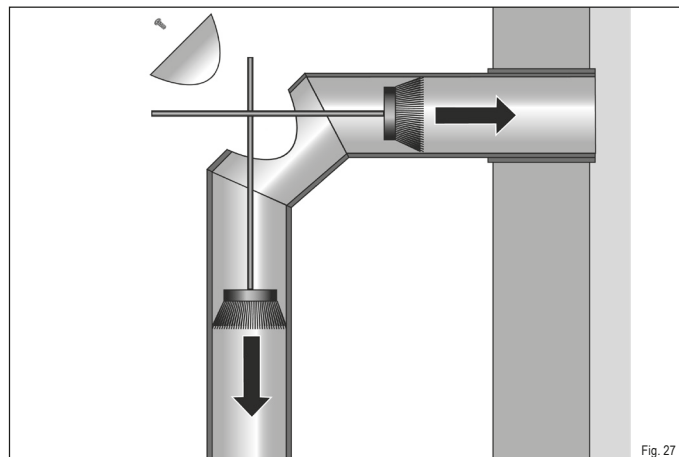

Fig. 27
- ▶ Ouvrez la trappe de nettoyage sur le conduit de fumée (Fig. 27).
- ▶ Ramassez les débris à l'arrière de la cheminée et vers le bas dans le poêle (Fig. 27).